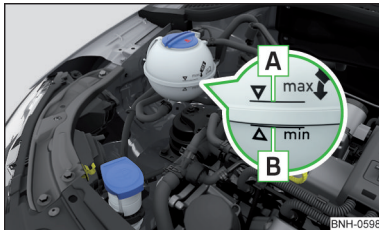

Abb. 155
Kühlmittelstand prüfen - der Kühlmittelstand muss zwischen den Markierungen **A** und **B** liegen » Abb. 155. Liegt der Kühlmittelstand unterhalb der Markierung **B**, das Kühlmittel nachfüllen.
Die **Spezifikation** des Kühlmittels ist auf dem Kühlmittelausgleichsbehälter aufgeführt » Abb. 155.
- Das Kühlmittel nicht über die Markierung **A** auffüllen » Abb. 155. Das Kühlmittel könnte bei Erwärmung aus dem Kühlsystem gedrückt werden - es besteht die Gefahr einer Beschädigung der Motorraumteile.